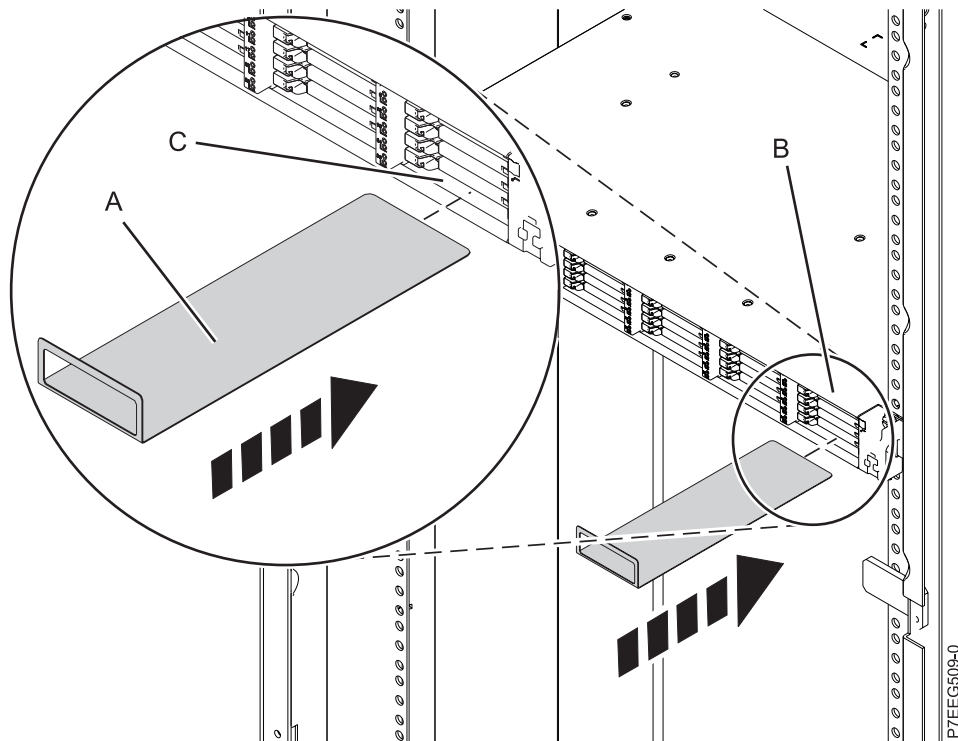

Figure 17. Insertion de la carte de service
- f. Sur le panneau avant du boîtier, tenez la carte de service (A) par sa poignée, face vers le haut et sans toucher le boîtier, comme illustré à la figure 17. Aligned l'autre extrémité de la carte sur le bas de la dernière rangée d'unités SSD, sur la droite du boîtier (B). Faites doucement glisser la carte dans l'espace situé entre l'emplacement SSD inférieur et la paroi métallique du châssis (C).